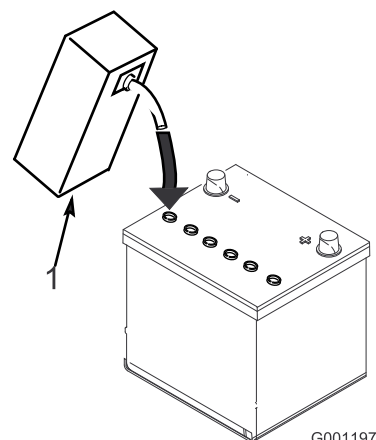

図 22
2. 各セルの電極板が液面下6mm程度に水没するまで、電解液を慎重に入れる（図 22）。
3. 電極板が液を吸収するまで20～30分間程度待つ。必要に応じて、電極板が 6 mm 程度水没するぐらいに電解液を補充する（図 22）。